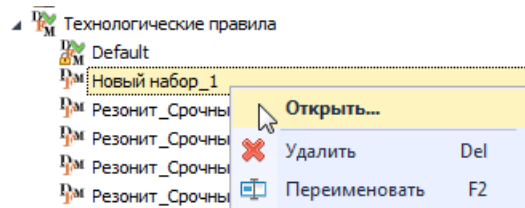

Рис. 129 Вызов настройки шаблона технологических правил
2. Вызовите контекстное меню и выберите пункт «Открыть...» или дважды кликните по шаблону, Рис. 129.